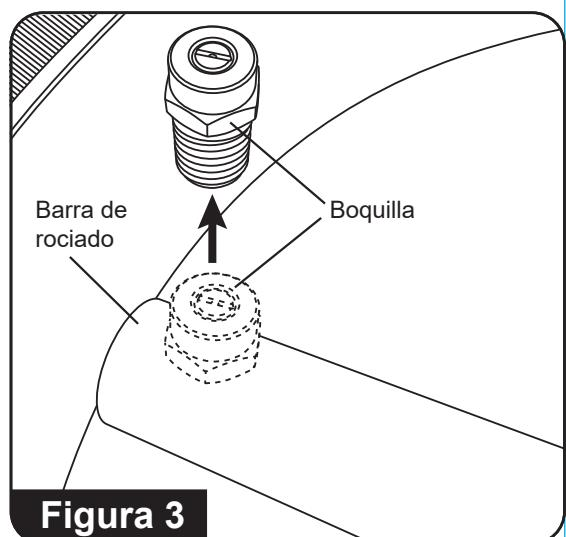

Figura 3
3. Con una llave inglesa de 14.29 mm (no se proporciona) retire las boquillas de la barra de rociado. (Consulte la figura 3)